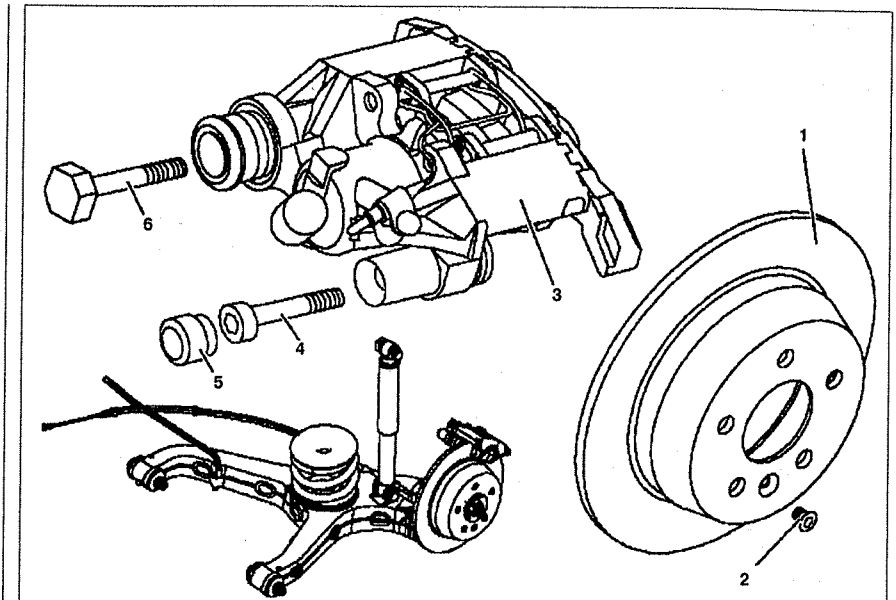

Рис. 9.8. Тормозной диск заднего тормозного механизма:
4. Снимите крышку 5 (см.рис.9.8).